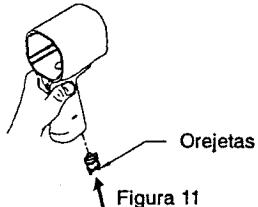

Figura 11
1. Ponga la junta tórica inferior (37) (de color azul) y la junta tórica superior (36) en la válvula inversora (35).
2. Introduzca la válvula inversora en la parte inferior de la empuñadura, cerciorándose de que ambas orejetas de la válvula queden hacia abajo. Véase la figura 11.